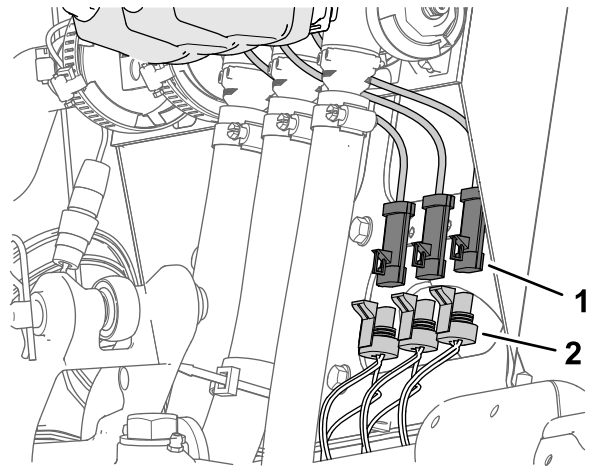

图31
1. 将机器线束上标有左喷洒阀、中间喷洒阀和右喷洒阀的 3 插槽接头 图31 从 3 喷洒阀致动器的各 3 针接头处断开。